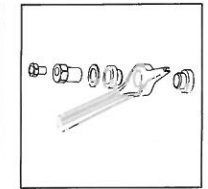

Fig. 3
- Presser les bagues en uréthane dans le bras. Presser la douille de réglage excentrique dans les bagues à partir de l'arrière du véhicule, en installant une rondelle plastique sur l'adaptateur comme le montre la figure 3.
- Installer la bielle latérale sur la vis. Installer et visser l'écrou spécial comme le montre la figure 3. Ne pas serrer pour le moment.
- Press urethane bushings into arm. Press eccentric adjuster into bushings from rear of vehicle, fitting plastic washer over adjuster as shown in figure 3.
- Install lateral link over bolt. Fit and snug special nut as in figure 3. Do not tighten at this time.